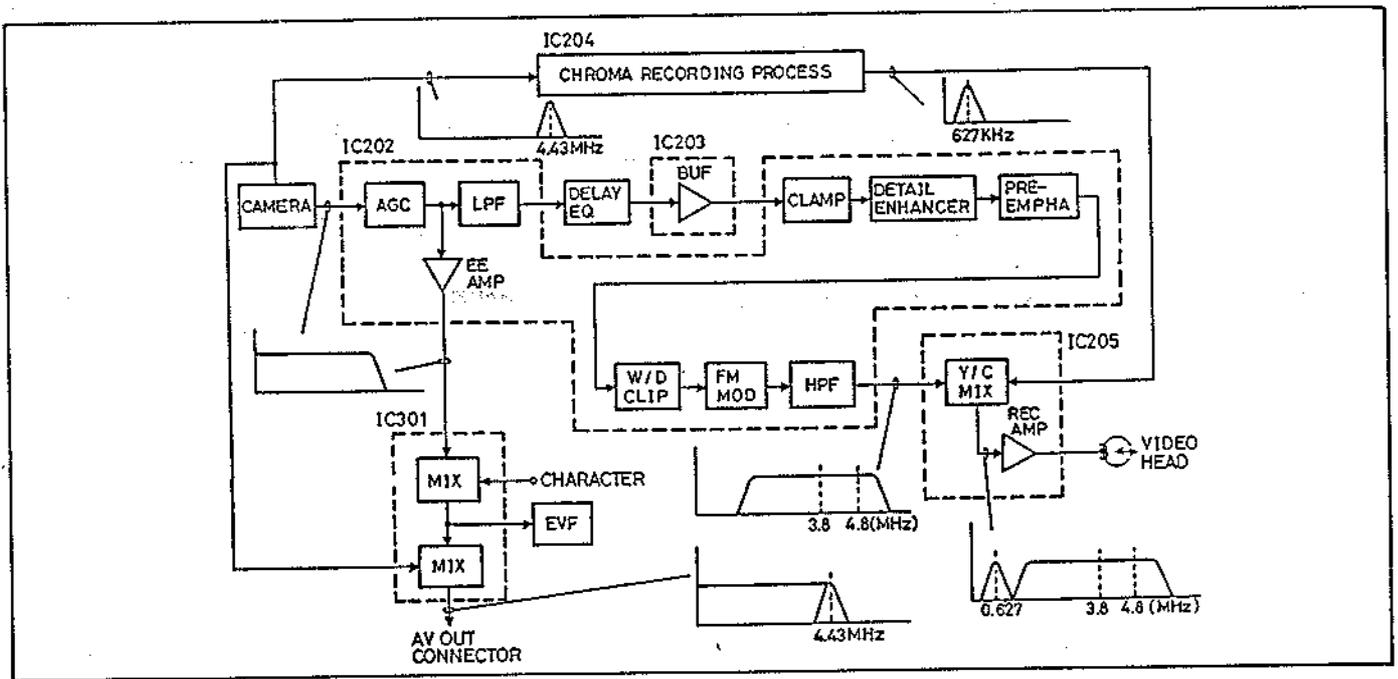

Abb. 5-6 Luminanzsignal-Aufnahmeprozess
3. Luminanzsignal-Aufnahme-Schaltkreis (Abb. 5-6 bis 5-13)
3-1 Schaltkreis-Konfiguration (Abb. 5-6)